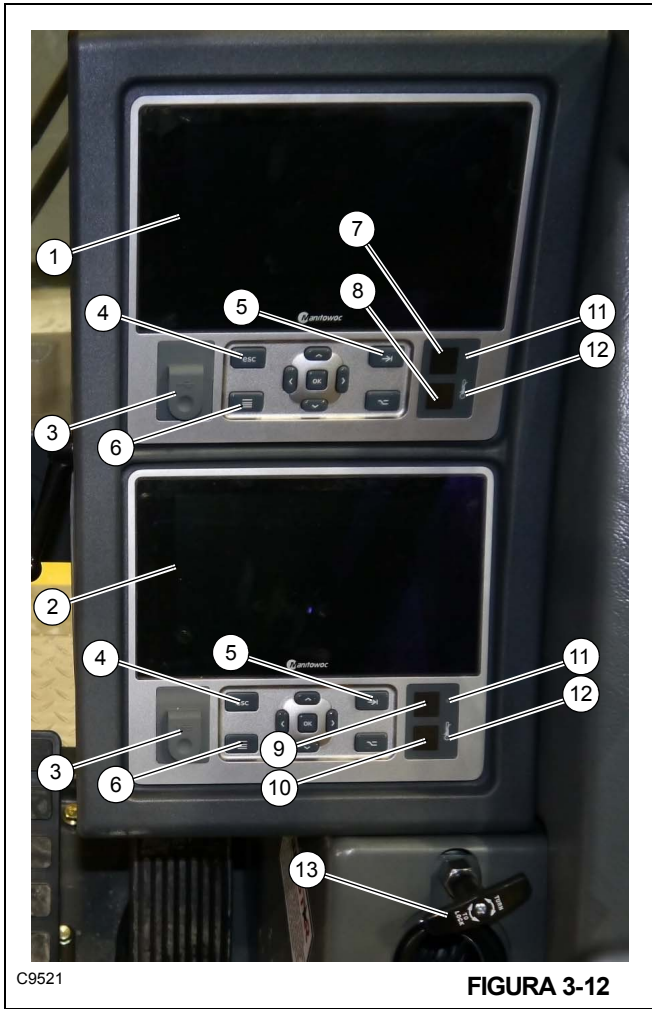

FIGURA 3-12
A alavanca de controle do pino de trava contra giro (13) (Figura 3-12) localiza-se ao lado do console dianteiro no lado direito da cabine. O objetivo do pino da trava contra giro é bloquear a superestrutura na posição diretamente sobre a dianteira para apanhar e transportar cargas. Quando a alavanca de controle é empurrada para baixo e a superestrutura está diretamente sobre a frente, o pino de bloqueio de giro cai no terminal da estrutura do transportador, prendendo a superestrutura no lugar. Quando a alavanca de controle é puxada para cima, o pino é puxado para fora do terminal, desbloqueando a superestrutura.
Há um sensor de temperatura (12) e um sensor de brilho (11) (Figura 3-12). O sensor de brilho ajusta automaticamente o brilho de todos os mostradores.